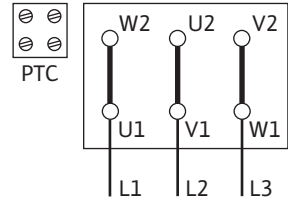

Fig. 10: بدء الدوران Y-Δ
- وترتبط وصلة الكهرباء بقدرة المحرك P2، وجهد شبكة الكهرباء، وطريقة التشغيل. يمكن الاطلاع على دائرة التوصيل اللازمة لقناطر التوصيل في علبة الأطراف في الجدول التالي، وكذلك في Fig. 10، و Fig. 11.
بدء الدوران Y-Δ (المعيار)	أزل قنطرات التوصيل (Fig. 10).